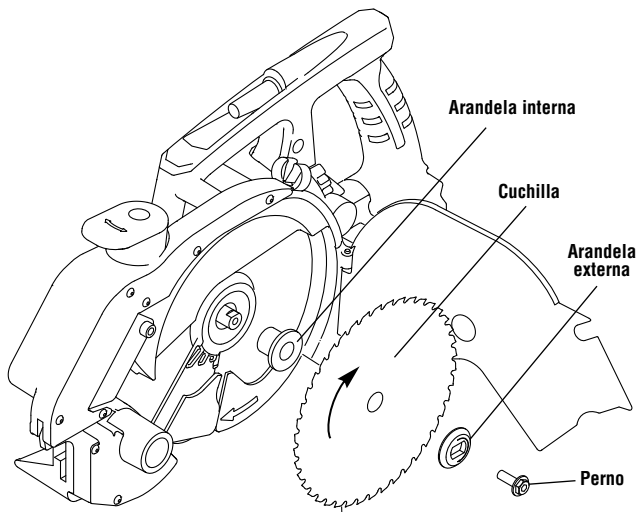

Figura 20 – Instalación de la cuchilla
5. Extraiga la cuchilla y reemplácela con una hoja nueva. Asegure que los dientes de la cuchilla tengan la orientación correcta. Monte la cuchilla sobre la arandela interna (*vea la Figura 20*).
6. Instale la arandela externa y el perno de la cuchilla. Asegure que no queden residuos entre la hoja y las arandelas. Asegure que la cuchilla y las arandelas estén bien ensambladas. *Vea la Figura 20.*